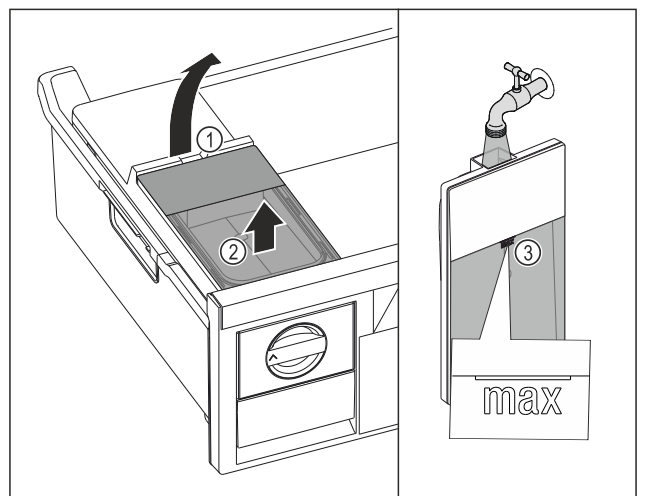

Fig. 91
- ▶ Підняти бак для води за заглиблення Fig. 91 (1).
- ▶ Вийняти бак для води рухом вгору. Fig. 91 (2)
- ▶ Наповнити бак для води питною водою до позначки Fig. 91 (3).